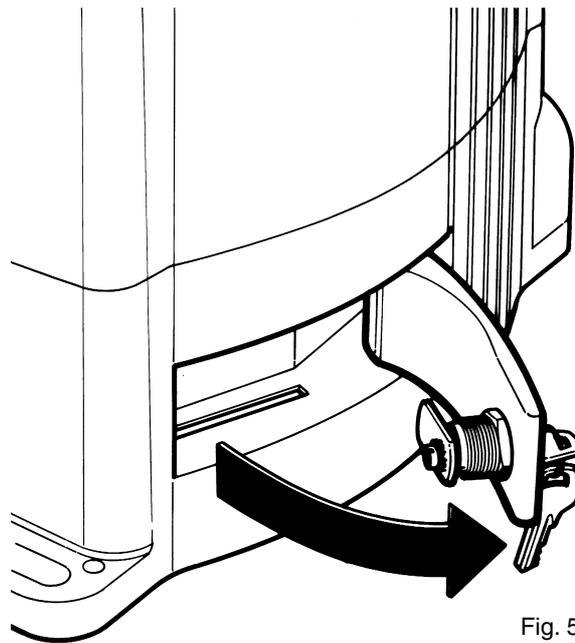

Fig. 5
| <p>① 1) Ruotare verso l'alto il copriserratura (1).2) Inserire la chiave e ruotarla in senso orario di 90° (2).3) Tirare a se la maniglia agendo dapprima sulla chiave stessa fino a portarla perpendicolare al THOR (Fig. 5).Un microinterruttore di sicurezza fa in modo che non possa avviarsi in posizione manuale.</p> | <p>② 1) Slide the key cover upwards (1).2) Insert the key and turn it 90° clockwise (2).3) Pull the handle towards you, turning the key, until it is perpendicular to THOR (Fig. 5).A safety microswitch prevents it from being able to start in the manual position.</p> | <p>③ 1) Tourner le cache-serrure vers le haut (1).2) Introduire la clé et la tourner de 90° dans le sens des aiguilles d'une montre (2).3) Tirer vers soi la poignée en agissant d'abord sur la clé proprement dite de manière à la placer perpendiculairement au THOR (Fig. 5).Un microinterrupteur de sécurité fait en sorte que le dispositif ne puisse pas se mettre en marche en position manuelle.</p> | <p>④ Die Abdeckung des Schlosses (1) nach oben drehen (1).Den Schlüssel einstecken und um 90° nach rechts drehen (2).Den Griff durch Betätigung des Schlüssels nach vorne ziehen, bis er senkrecht zu THOR steht (Abb.5).Ein Mikroschalter bewirkt, dass er nicht in manueller Position angelassen werden kann.</p> | <p>⑤ 1) Gire hacia arriba el cubrecerradura (1).2) Introduzca la llave y gírela 90° hacia la derecha (2).3) Tire de la manija hacia Ud., actuando antes sobre la llave hasta colocarla perpendicularmente a THOR (fig. 5).Un microinterruptor de seguridad impide que se pueda poner en marcha en posición manual.</p> |